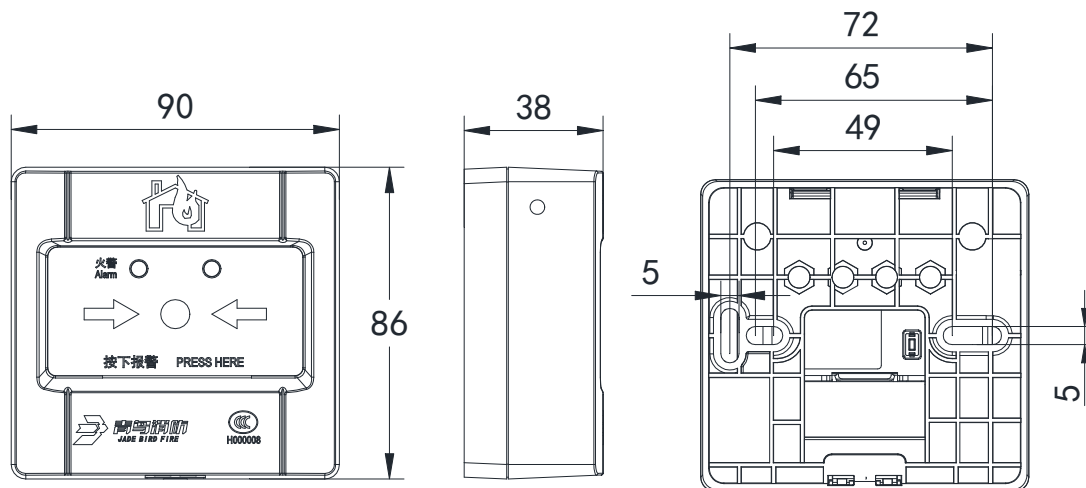

图 1 外形及安装尺寸图 (单位 mm)
- 布线施工后, 通过预埋盒或使用膨胀螺栓将底座固定在墙上 (使用 M4 螺钉), 安装孔距为 60mm (兼容 50mm 安装孔距), 外形及安装尺寸如图 1 所示。